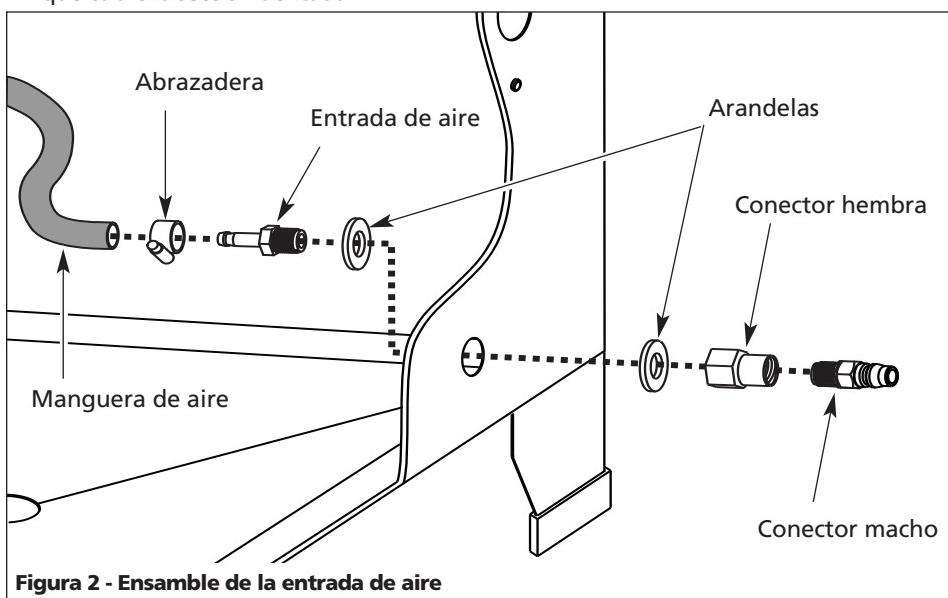

Figura 2 - Ensamble de la entrada de aire
- Coloque los ensambles de la pistola y la manguera en la caja, introduciendo el tubo de inmersión debajo de la bandeja de piezas de tela de alambre. Coloque una arandela en el extremo roscado del conector de entrada de la caja, luego empuje el conector a través del orificio del lado inferior derecho de la caja. Coloque la otra arandela en el extremo que sobresale del conector (vía Figura 2).
ajuste en forma segura. Asegúrese de que las partes planas de la llave del conector hembra queden empotradas en la caja (ver Figura 2).